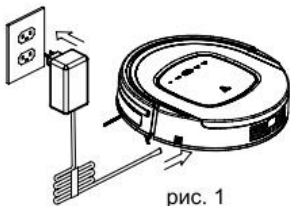

рис. 1
- Подключите адаптер одним концом к роботу, а другим к розетке (см. рис. 1).
Для приклеивания салфетки из микрофибры ко дну резервуара для воды убедитесь, что клейкая сторона расположена с соответствующих сторон, а затем приклейте салфетку из микрофибры, как показано на рис. 1.